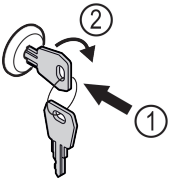

Fig. 169
- ▶ Insérer la clé Fig. 169 (1).
- ▶ Tourner la clé à 90° dans le sens horaire Fig. 169 (2).